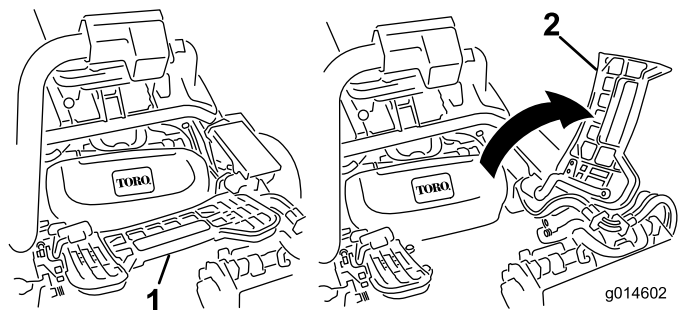

Figura 52
1. Levante el reposapiés y gírelo hacia arriba, para tener acceso a la posición de la unidad de corte central (Figura 52).